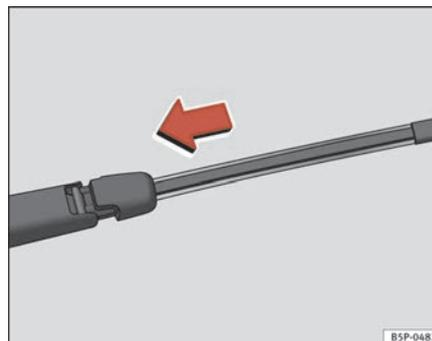

Fig. 164 Colocar la escobilla de limpiaventana
- Sitúe la escobilla, tal como se indica en la ⇒ página 240, fig. 164 y deslice el adaptador hasta que encaste.